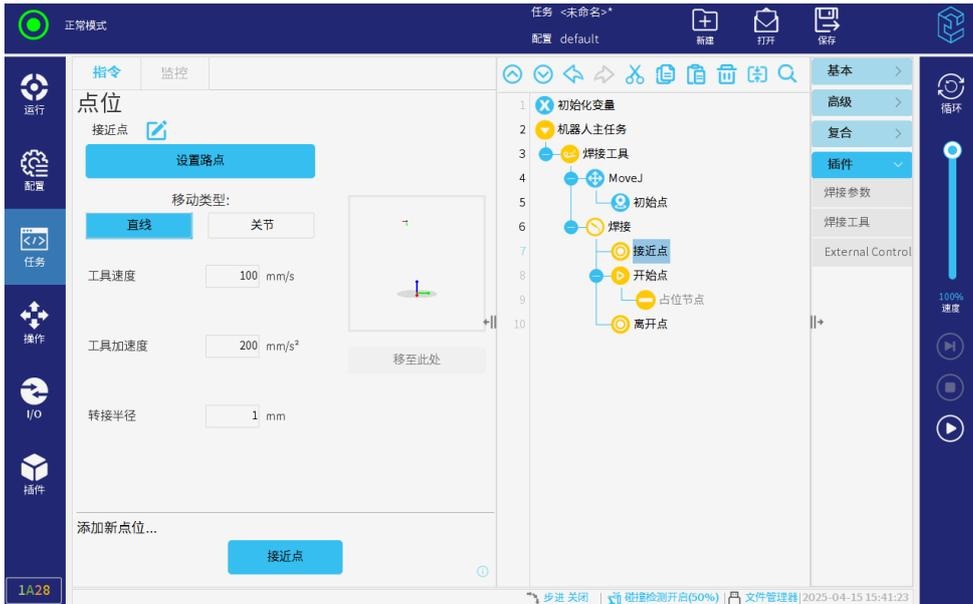

图 3-5: 跳转至接近点
2. 示教初始点位置，短按工具按钮 B4，插入初始点。焊接基础焊道同时生成，并选中接近点，如图 3-5所示；